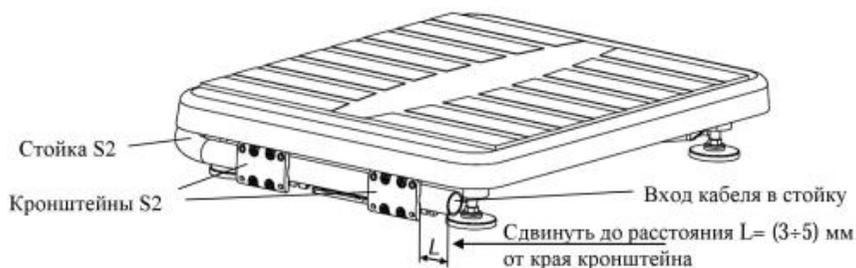

Рис. 6.2 - Крепление круглой вращающейся стойки к основанию весовой платформы
- в основании весов сдвинуть стойку в направлении указанном стрелкой (Рис. 6.2), обеспечив расстояние $L = (3+5)$ мм от ее края до края кронштейна;
- излишек кабеля на входе в стойку (Рис. 6.2) заправить внутрь стойки.